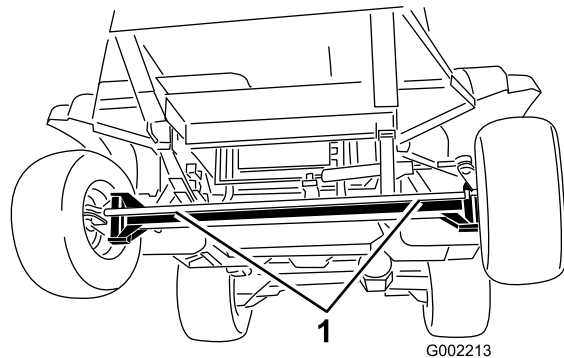
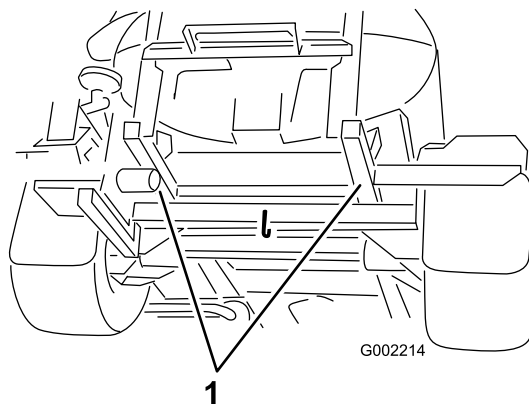

图37
图38
2. 在机架上系上拖绳。请参照 图37 和 图38 上的前后牵引点。